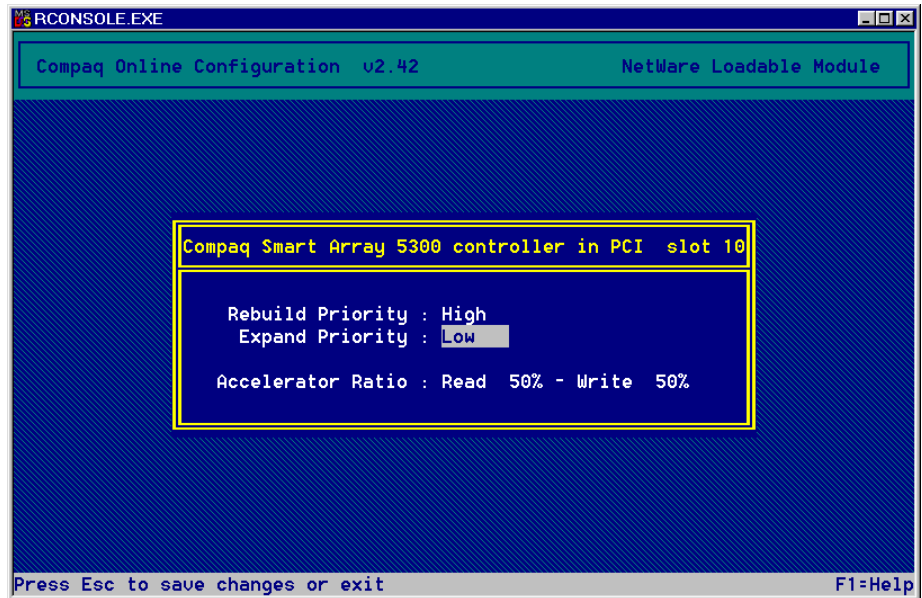

図7-23. [コントローラの設定]画面
2. 画面の右側の[コントローラの設定]を選択します。[コントローラの設定]画面が表示されます（図7-23）。